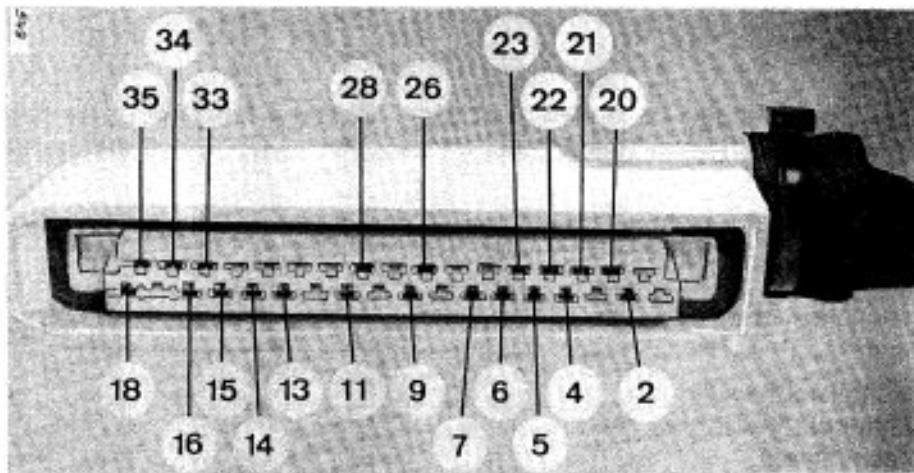
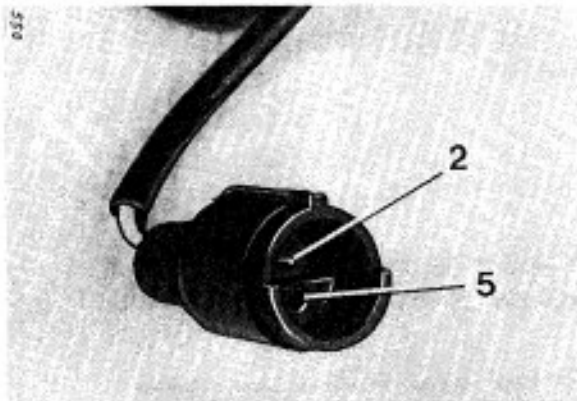
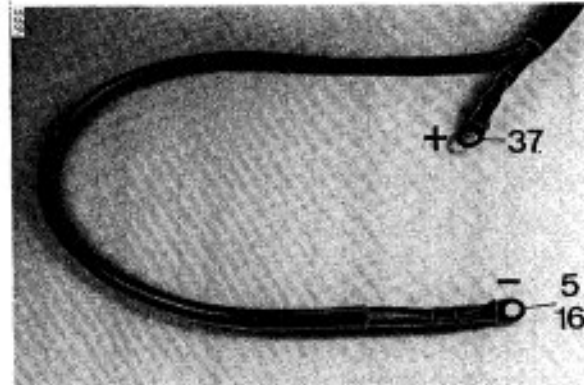

Bild 36 Kupplungsstecker für Steuergerät
Bild 37 Am Leerlaufschalter
Bild 46 An + und -
- Kabelklemmen gleicher Nummern (Bild 36 – 46) mit Ohmmeter auf Durchgang prüfen. Entsprechende Stecker abziehen.
**Beispiel:** Ohmmeter an Kupplungsstecker (Nr. 5) Bild 36 und Stecker für Leerlaufschalter (Nr. 5) Bild 37 oder an Batterieanschluß (Nr. 5) Bild 46. Oder an Leerlaufschalter (Nr. 5) und Batterieanschluß (Nr. 5).
(Nr. 5 siehe auch Bild 46)
Anmerkung: Sind Stecker 13 u. 38 miteinander verbunden, ist an Kupplungsstecker (Nr. 13) Bild 36 gegen Masse-Anschluß am Kabelbaum zu prüfen.
(Nr. 37 siehe auch Bild 46)
(Nr. 5 siehe auch Bild 37)